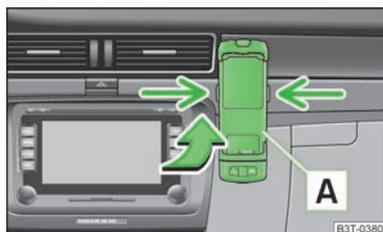

Fig. 130
- Prima inserire l'adattatore **A** nella direzione indicata dalla freccia » fig. 130 sino alla battuta nel supporto. Spingere leggermente verso il basso l'adattatore, sino a quando si innesterà in maniera sicura.
- Premere contemporaneamente i bloccaggi del supporto ed estrarre l'adattatore con il telefono » fig. 130.